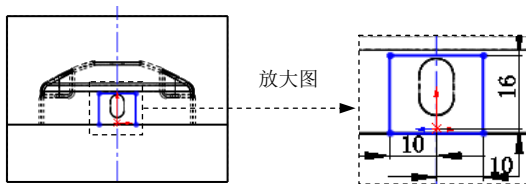

图 10.6.12 横断面草图
Step3. 绘制草图。绘制图 10.6.12 所示的横断面草图。